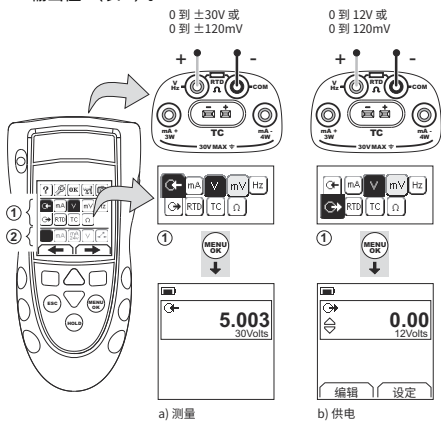
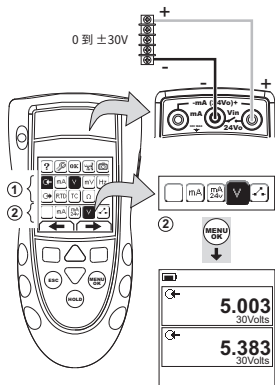

图 4：示例配置 - 测量/供电电压 (V 或 mV) (区域 ①)
图 5：示例配置 - 测量电压 (V) (双重化功能，区域 ②)
1. 连接设备 (图 4 与图 5)，如果有必要，调整设置 (表 1)。